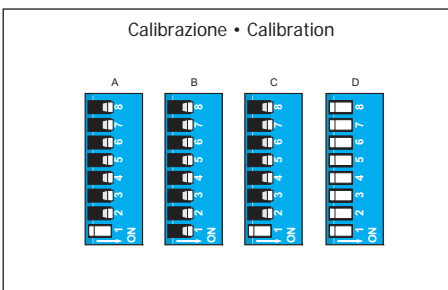

Fig. 4.5.18
2. Agendo sul dip-switch, portare in posizione **ON** le levette da **2 a 8** come indicato in fig. 4.5.18.
2. On the dip-switch, move levers from **2 to 8** to the **ON** position, as shown in Figure 4.5.18.